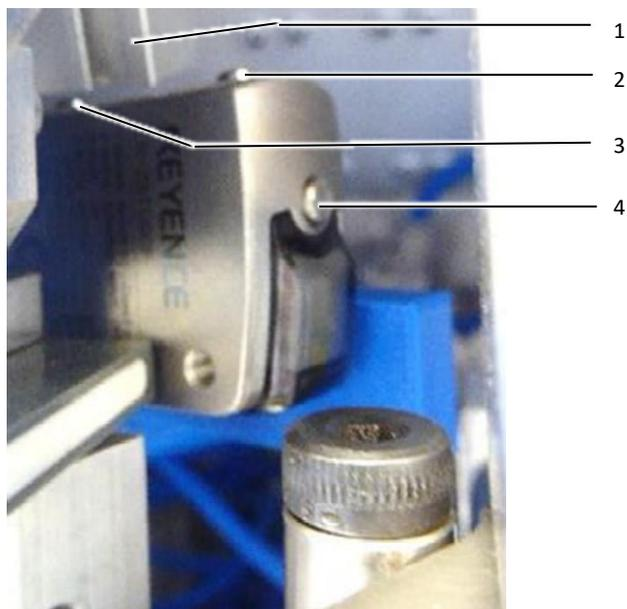

Fig. 16: Barriera fotoelettrica
- Spingere verso l'alto la lama di separazione dei puntalini (fig. 16, pos. 1).
- Sbloccare la barriera fotoelettrica premendo contemporaneamente i pulsanti di regolazione (fig. 16, pos. 2 e 3) per 3 secondi.
- Tenere premuto il pulsante di regolazione sul lato destro (fig. 16, pos. 4) per 3 secondi fino a quando «SET» lampeggia sul display.
- Impostare il valore «20» (per la regolazione fine, la sensibilità può essere impostata tra -99 e 999 con i pulsanti di regolazione (fig. 16, pos. 2 e 3).
- Bloccare la barriera fotoelettrica premendo contemporaneamente i pulsanti di regolazione (fig. 16, pos. 2 e 3) per 3 secondi. «LOC» appare sul display.